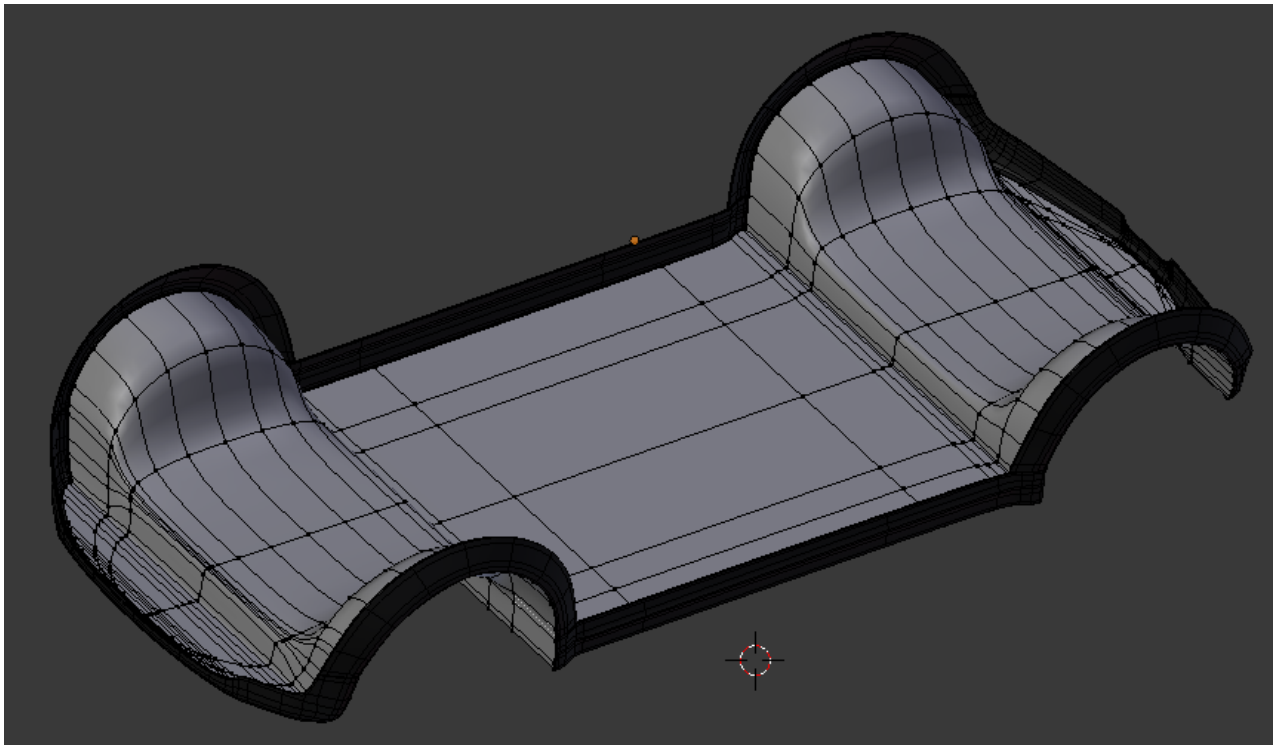

Figura 5.109
11. Fica assim terminado o chassi, figura 5.109.